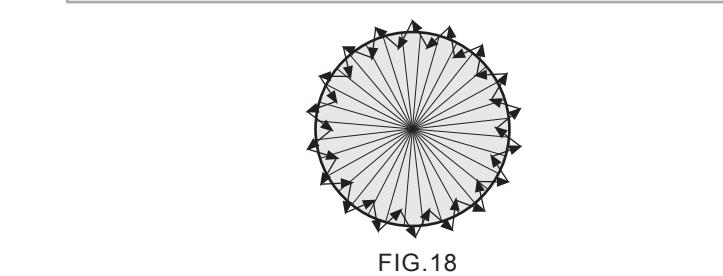

FIG.18
- 4.4.2.5 Marchez depuis l'extérieur et passez dans le diagramme de détection jusqu'à ce qu'une charge s'allume pendant environ 2 s, puis s'éteigne ; le prochain déclenchement devrait intervenir à un intervalle de 2 s (Voir la FIG 18).